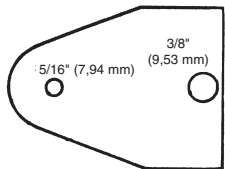

Fig. 1
2. Use la junta del claxon como patrón, marque las ubicaciones de los agujeros y taladre a la medida. Fig. 1.